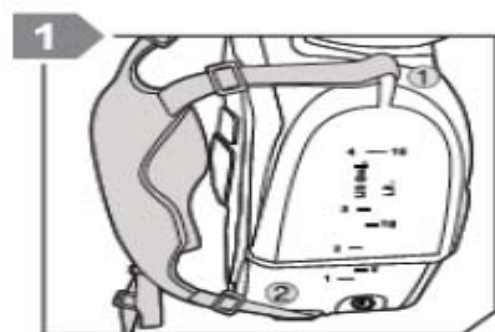

Abb. 16: Montage des Gurts
Schritt 1: Nehmen Sie die Teile des Akku-Drucksprühgeräts aus der Verpackung und befestigen Sie den Gurt am Akku-Drucksprühgerät ( Abb.16).